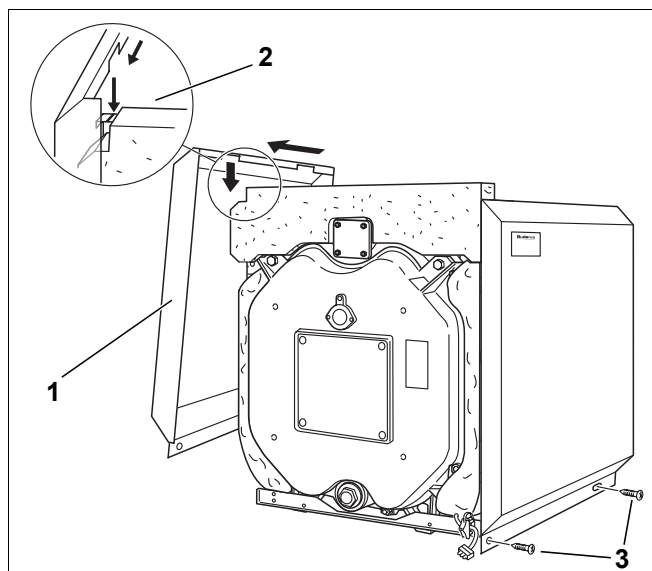

Bild 35 Montage – Seitenwände
- ▶ Seitenwand (Bild 35, **Pos. 1**) mit den Ausschnitten in die Schlitzungen der oberen Traversen (Bild 35, **Pos. 2**) einhängen und bis zum Anschlag nach vorne schieben (siehe Pfeile in Bild 35).
- ▶ Seitenwände unten mit je zwei Blechschrauben an den unteren Traversen anschrauben (Bild 35, **Pos. 3**).